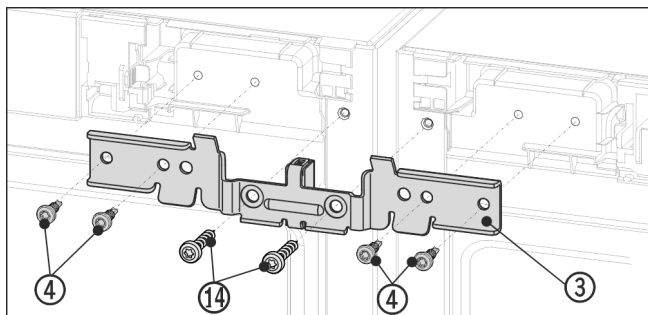

Fig. 12 Representación a modo de ejemplo
- Deslice la escuadra Fig. 12 (3) junto con la pieza distanciadora entre los aparatos e insértela en las espigas. Fije la escuadra atornillando alternativamente a la derecha y a la izquierda los cuatro tornillos Fig. 12 (4) y los tornillos de conexión a tierra Fig. 12 (14) previamente desenroscados.